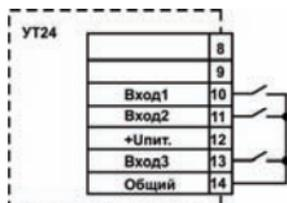

Рисунок 10
- контакты кнопок, выключателей, герконов, реле и т.п. (рисунок 10);